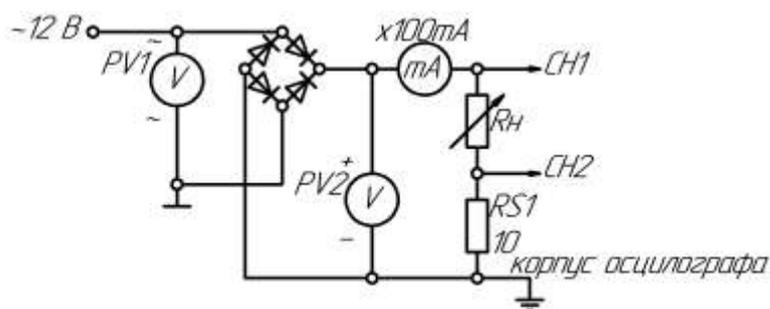

Рисунок 19 – Схема выпрямителя
1) Собрать схему выпрямителя по рис. 19. Установить заданное значение сопротивления нагрузки R_H . Вольтметр PV1 включить в режиме измерения **переменного** напряжения, а PV2 в режиме измерения **постоянного** напряжения. Включить миллиамперметр постоянного тока на 100 мА. Подключить входы осциллографа. Переключатель развертки осциллографа перевести на временную развертку. Установить синхронизацию от сети. На экране осциллографа наблюдать осциллограммы выпрямленного тока и выпрямленного напряжения;